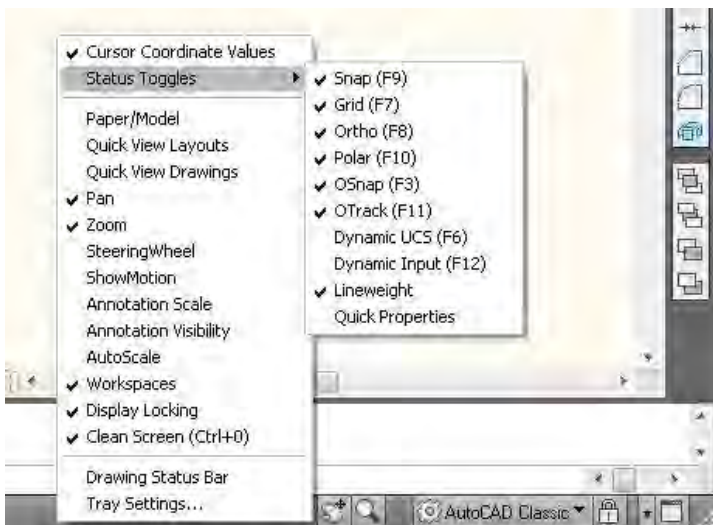

Рис. 1.5. Меню строки состояния
- открыть меню строки состояния щелчком правой кнопкой мыши на любой незанятой кнопками-индикаторами и кнопками инструментов области строки состояния (рис. 1.5).
Как видно из рис. 1.5 левая часть кнопок сгруппирована в подменю **Переключатели режимов (Status Toggles)**, правая часть кнопок – в общем меню.
В качестве одного из вариантов упрощенной строки состояния (но не единственно возможного) предлагается оставить те кнопки, которые отмечены галочками в меню строки состояния на рис. 1.5.